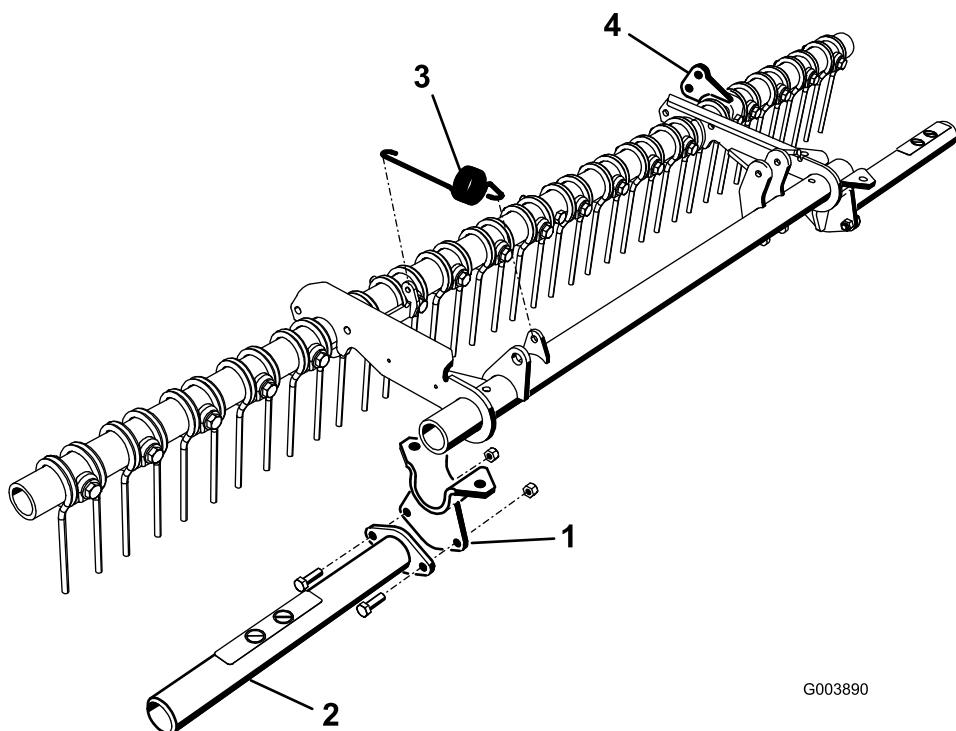

Figura 2
3. Sustituya el soporte del tubo de giro por una brida y fíjela al bastidor con los pernos y las tuercas que retiró anteriormente (Figura 2).
5. Monte un protector en la parte exterior de cada brida con 2 pernos y 2 tuercas (Figura 2). Oriente los protectores con las pegatinas hacia arriba.
6. Enganche el extremo corto del muelle de extensión (incluido en el kit) en la pestaña del tubo de giro (Figura 2).
7. Si no están instalados el soporte de giro y el perno (3/8 x 2-3/4 pulgadas), instálelos en el lado izquierdo de la barra de herramientas entre el cuarto juego de taladros y el quinto (Figura 2).
9. Cuando termine, enganche el extremo largo del muelle de extensión en la pestaña del soporte del muelle del tubo de giro (Figura 2).